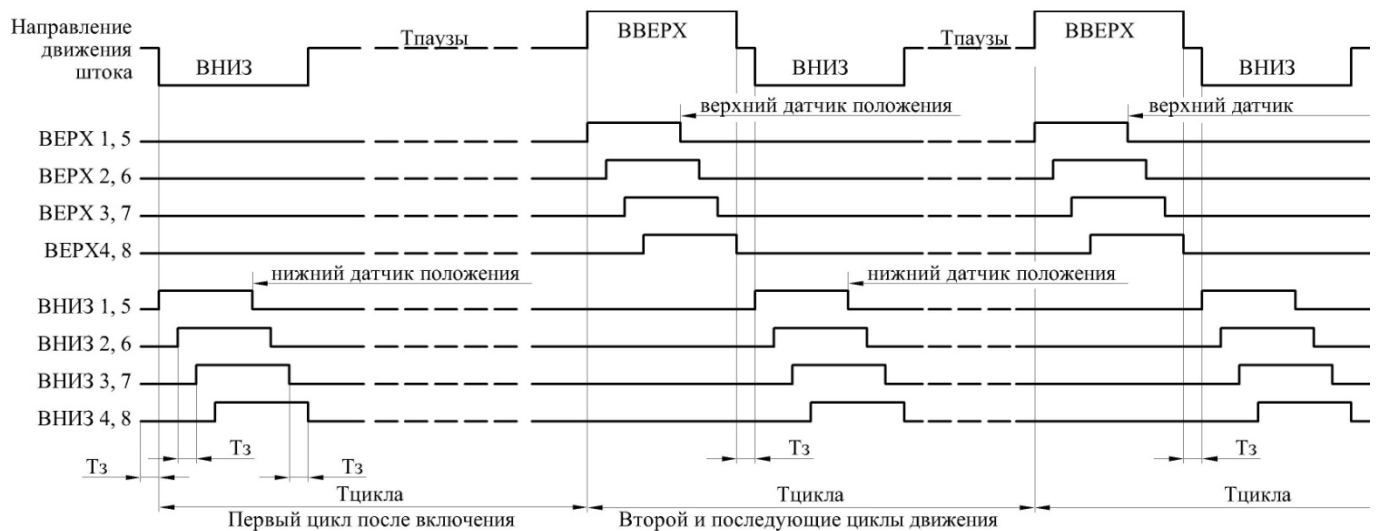

Рис. 6. Цикл работы гидрораспределителей, пауза вниз.
4.1.2. Движение штока с паузой в нижнем положении (Рис. 6).